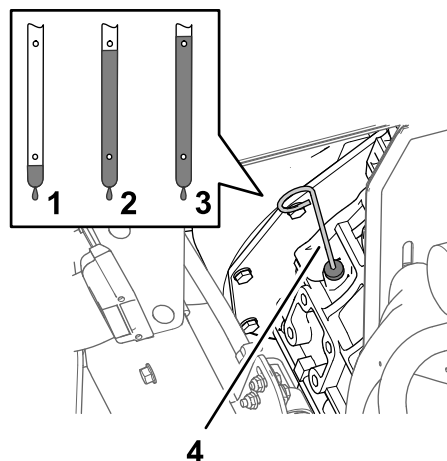

Рисунок 74
- Выньте масломерный щуп и проверьте уровень масла в двигателе (Рисунок 74).
- Медленно долейте дополнительное масло указанного типа, чтобы довести его уровень до метки Full (Полный) на масломерном щупе (Рисунок 74).